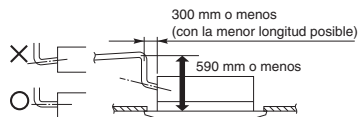

Fig. 3-12
- Si es necesario aumentar la altura del tubo de drenaje, el tubo puede subir un máximo de 590 mm desde la parte inferior del techo. No lo levante más de 590 mm, porque podrían producirse fugas de agua. (Fig. 3-12)